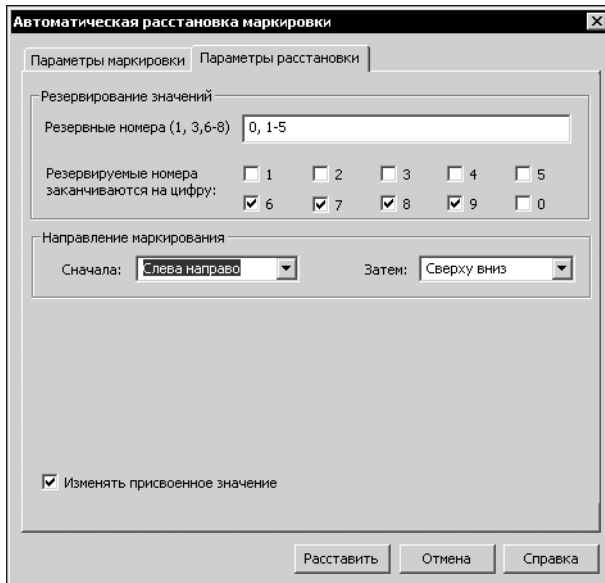

Рис. 9.15. Диалог задания параметров расстановки
- ▼ Параметры расстановки (рис. 9.15, табл. 9.14).